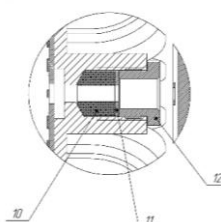

Рис.2
1.2.13 Общий вид и конструкция светильника приведены на Рис.1 и Рис.2.
- снять крышку коробки клеммной (рис.2 поз.7)
- провести питающий провод через кабельный ввод (Рис.2 поз.8) в корпусе коробки клеммной (рис. 2 поз.7) и подключить сетевой провод к клеммам L,N,
- затянуть гайку кабельного ввода (рис.2 поз.8) до упора.